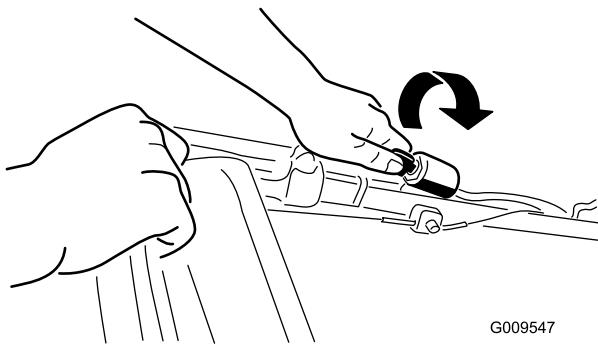

Рисунок 11
2. Поверните ключ зажигания (Рисунок 11) (только для моделей с электрическим запуском) или потяните за ручку стартера (Рисунок 12).